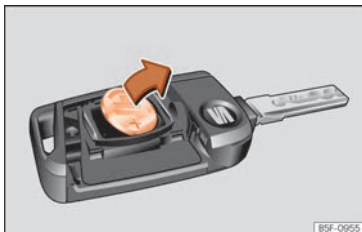

Abb. 146 Fahrzeugschlüssel: Batterie herausnehmen.
- Batterie mit einem geeigneten dünnen Gegenstand aus dem Batteriefach heraushebeln »» **Abb. 146**.
- Neue Batterie wie gezeigt ansetzen »» **Abb. 146** und entgegen der Pfeilrichtung in das Batteriefach drücken »» ⚠.